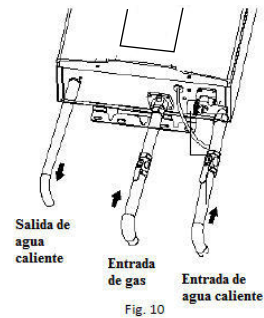

Fig. 10
- Instalación de las tuberías de agua y gas. Fig. 10.
- Recuerde que la presión del agua debe ser suficiente para activar el calentador al extraer agua caliente del piso superior. Si las conexiones de calor y frío al calentador se invierten, el calentador no funcionará. Los accesorios de 1/2" funcionan mejor cuando se conectan a los conectores. Los conectores de tipo flexible facilitarán la instalación y se sellarán a la válvula de agua mediante una conexión de unión con una junta de tipo arandela en la junta. En esta junta no se debe usar cinta adhesiva ni cinta de rosca. Asegúrese de que no haya partículas sueltas o suciedad en la tubería. (Fig. 10)